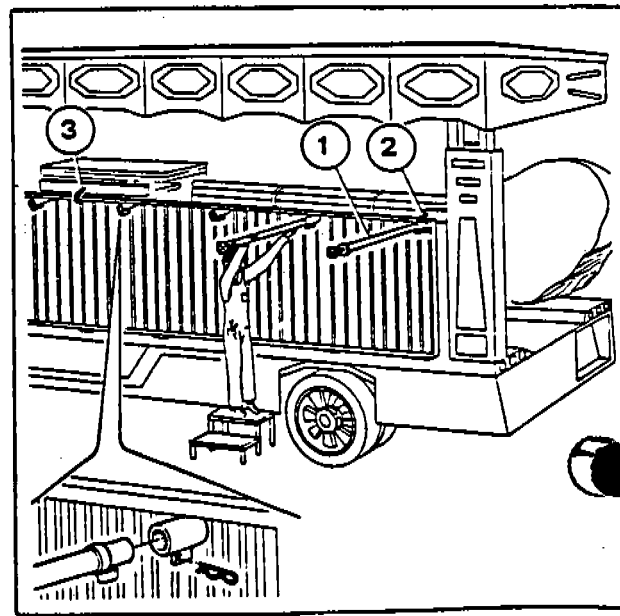
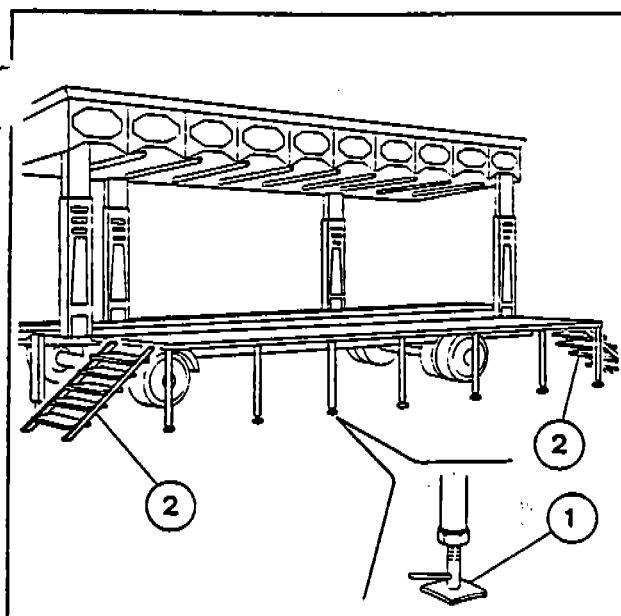

Fig. 12
Fig. 13
- a) Montare le gambe di appoggio (1-Fig. 12) sulla pedana.
- b) Sganciare i tiranti pedane (2-Fig. 12) alle estremità carro e (3-Fig. 12) centrale dal supporto appendice per il trasporto attatura. Portare la pedana in posizione zontale (Fig. 13).
- c) Livellare la pedana registrando i piedini (1-Fig. 13) delle gambe di appoggio.
- d) Agganciare le gradinate (2-Fig. 13) alle estremità pedana.